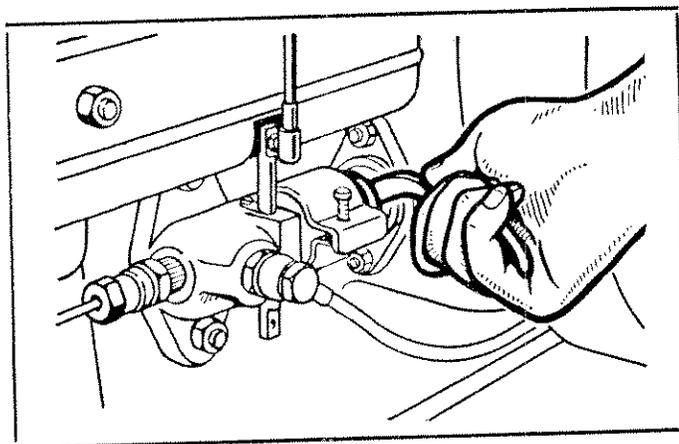

Fig. 8
- (1) Rubinetto di spurgo
(2) Rubinetto combustibile depurato
**CARICAMENTO A MANO DELLA POMPA INIEZIONE** - Per mezzo di una leva inserita opportunamente fra la rondella della punteria e la guida punteria, (come indicato nella Fig. 8), dare alcune pompate in modo che il combustibile riempia tutto il tubo di mandata fino al polverizzatore; ci si accorge quando il tubo è pieno dalla maggior resistenza che si incontra ad eseguire la pompata e da un cricchettio caratteristico. Non bisogna insistere a pompare combustibile nel cilindro perchè si renderebbe l'avviamento molto brutale.